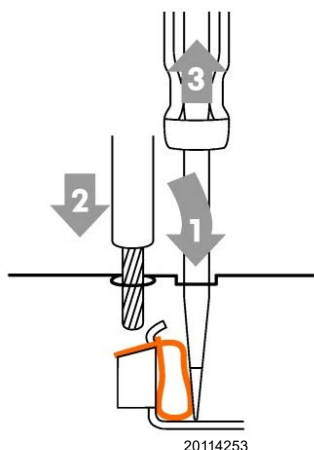

Fig. 28
- Insérer le câble précédemment dénudé et extraire le tournevis. Veiller à ce que le câble soit fixé correctement Fig. 28.